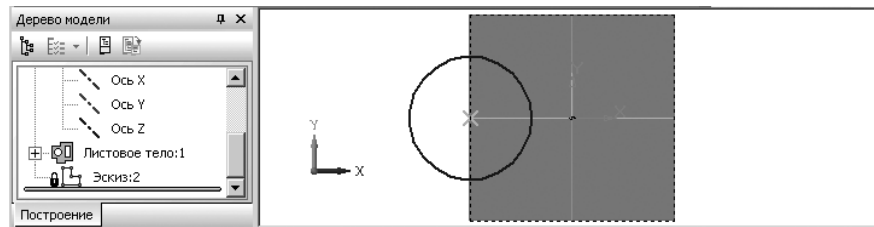

Рис. 7.91. Эскиз буртика
- нажмите клавишу **Esc** для прерывания команды. Появится эскиз буртика – окружность, половина которой лежит вне листового тела (рис. 7.91).